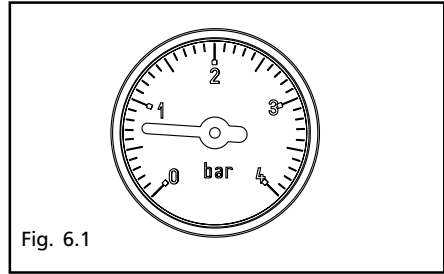
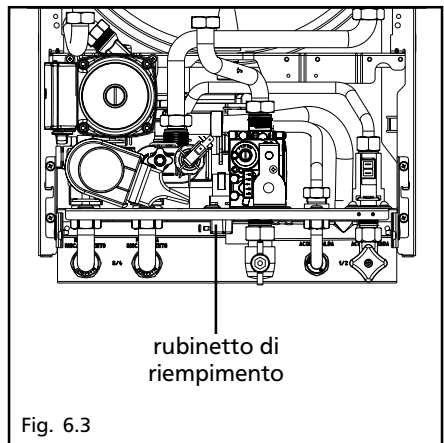

Fig. 6.1
Fig. 6.3
- aprire il rubinetto di riempimento (fig. 6.3) fino a che la lancetta dell'idrometro ritorni nel "campo di pressione corretto" (fig. 6.1).